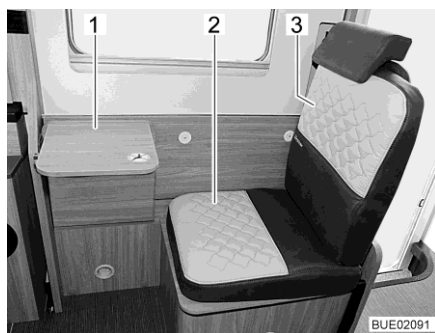
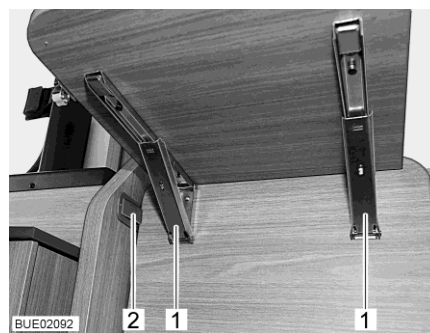

Fig. 24 Siège supplémentaire avec table pliante
Fig. 25 Crans d'arrêt sur la table pliante
- Mettre le coussin d'assise fourni (Fig. 24,2) et le coussin de dossier (Fig. 24,3) en place.
- Faire pivoter la partie avant de la banquette longitudinale vers le haut jusqu'à ce qu'elle s'enclenche dans le cran d'arrêt en plastique (Fig. 25,2).
- Rabattre le plateau de table vers le bas : Déverrouiller les deux crans d'arrêt (Fig. 25,1) et faire pivoter le plateau de table (Fig. 24,1) vers le bas.